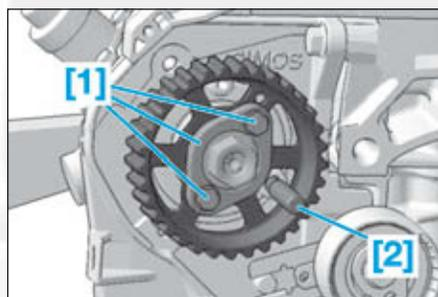

FIG.30
- la roue dentée de pompe à l'aide des outils [1] et [2] (Fig.30),